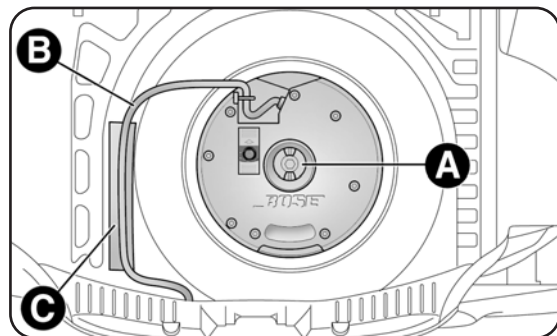

fig. 8
- svitare il dispositivo di bloccaggio A-fig. 8, sollevare il Subwoofer e successivamente rimuovere il cavo di collegamento B dal velcro C;
- appoggiare il cavo B-fig. 8 al velcro C per evitare di pizzicarlo. Successivamente avvitare il dispositivo di bloccaggio A-fig. 8. Abbassare il tappeto di rivestimento bagagliaio.
- mediante l'utilizzo della chiave in dotazione, serrare a fondo i bulloni secondo l'ordine rappresentato fig. 8;